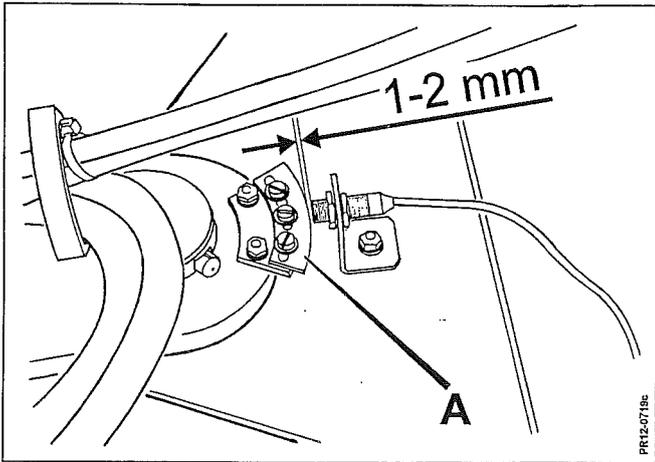

Fig. 5-31
- Fig. 5-31** Induktiv føler på trækstangen (mærket med nr. 3 på ledningen) justeres således, at den sidder med en afstand på ca. 1 mm mellem føler og justeringsplader **A**, og midt for justeringspladerne i højden. Der skal være lys i den røde diodelampe i enden af føleren (så er den aktiv og føler metal).